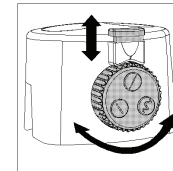

Bild 1
**Hinweis:** Die Messer befinden sich in einem geschützten Gehäuse. Wählen Sie das Schnittbild aus, welches Sie benötigen, siehe Bild 1: